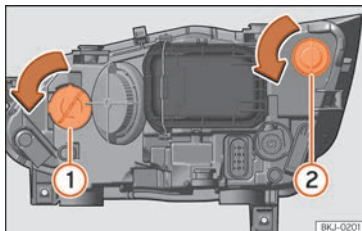

Fig. 104 En el vano motor: lámpara de luz intermitente (1) y lámpara de luz DRL (luz de día) (2).
- Gire el portalámparas » fig. 104 (1) o (2) hacia la izquierda y tire.